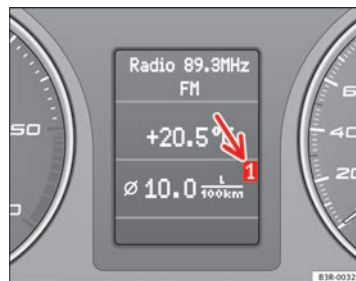

Fig. 59 Ordenador de a bordo: Nivel de memoria 1
El nivel de memoria que se está visualizando en la pantalla digital se puede reconocer por los números visualizados ⇒ fig. 59. Los datos de la memoria para un solo recorrido (ordenador de a bordo 1) se visualizan si en la pantalla digital aparece un **1**. Si aparece un **2**, en la pantalla digital se visualizan los datos de la memoria para todos los recorridos (ordenador de a bordo 2). ▶
- Pulse brevemente la tecla Reset **B** hasta que el ordenador de a bordo (nivel de memoria 1 o 2) aparezca en la pantalla ⇒ página 89, fig. 59.